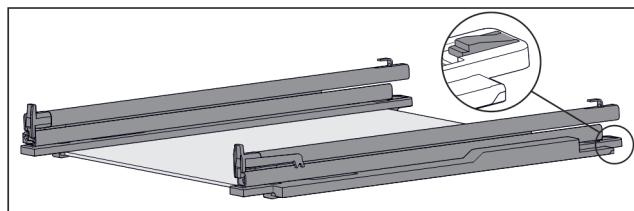

Fig. 110 Staklena ploča s vodilicama i pridržnim dijelovima
- ▶ Pridržni dio straga pritisnite prema dolje (pogledajte Fig. 110) u i istovremeno gurnite vodilicu prema otraga.